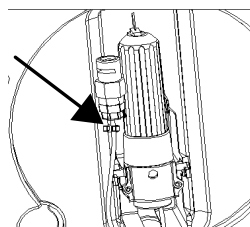

Fig.9
1. Coloque la manguera de conexión de CO₂ junto al soporte del cartucho de CO₂. Estos dos componentes no son necesarios para los barriles Heineken (fig. 9).